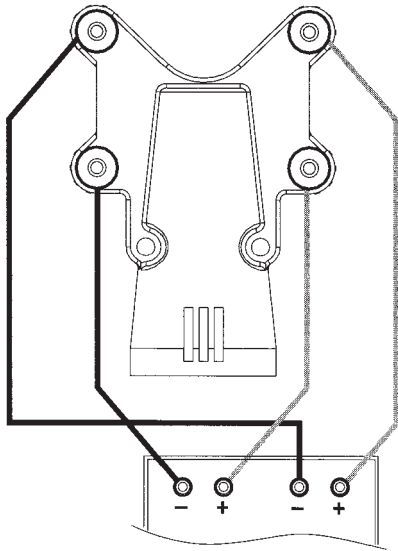

РИСУНОК 5
- 2) Повторите пункты 1 и 2 для подсоединения второй АС, используя при этом второй усилитель. **Смотрите рисунок 5.**